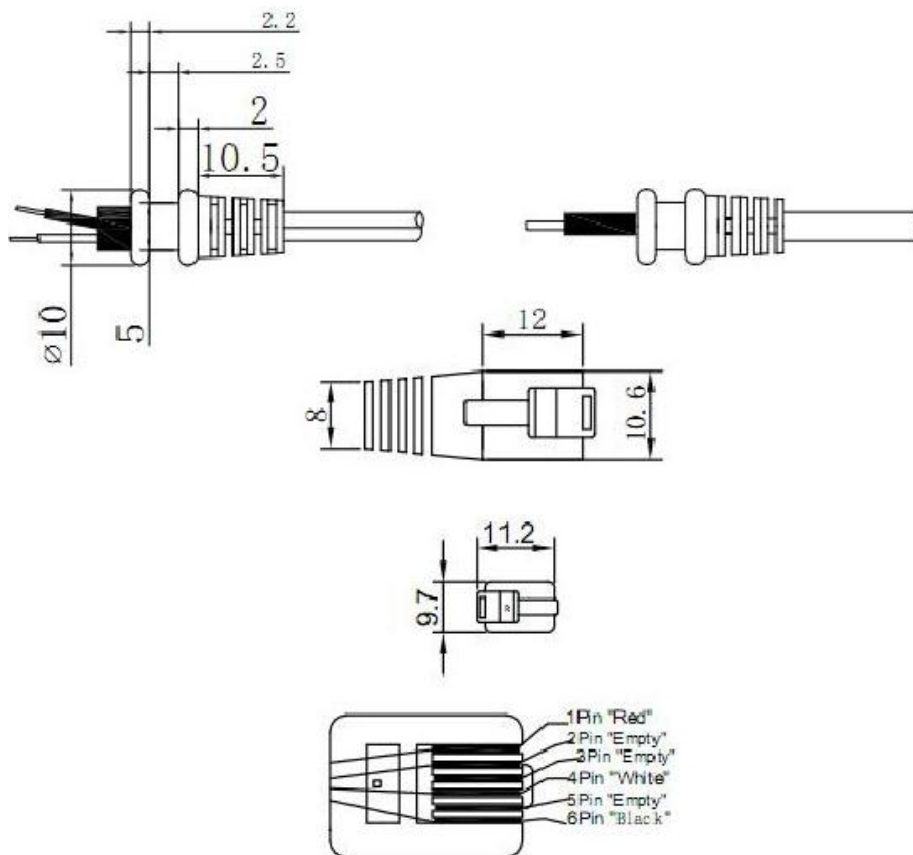

Рис. 3 Разъём RJ-12 (6 pin)
7.5 Выходной разъём – RJ-12 (рис.3).